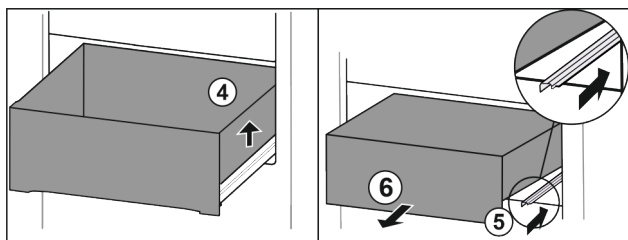

Fig. 87
- ▶ Schubfach rechts anheben. Fig. 87 (4)
- ▶ Rechte Schiene einschieben. Fig. 87 (5)
- ▶ Schubfach nach vorne entnehmen. Fig. 87 (6)